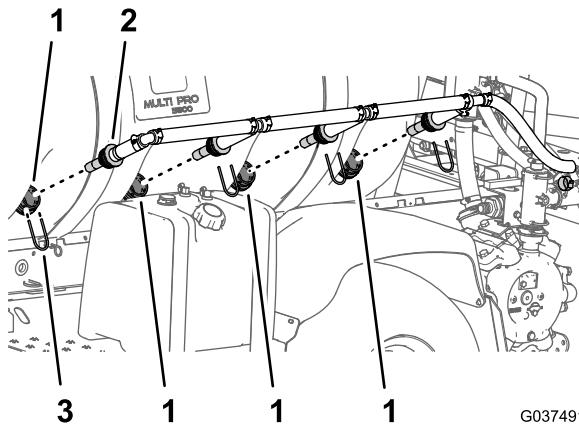

Figura 33
- Na lateral do depósito, retire os quatro retentores que prendem os bicos de agitação à união do anteparo na parede do depósito (Figura 33).
- Retire os bicos e tubos ligados da máquina (Figura 33).